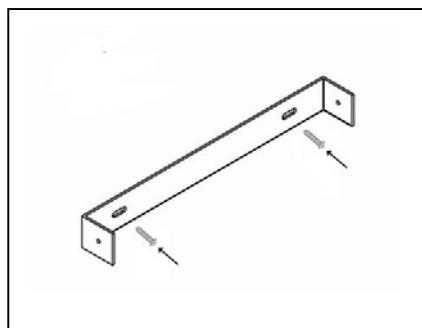

Figura 7
- Utilice un tubo de aluminio o acero (no incluido) para conectar escape plástico de la campana con la red de conductos de arriba. Utilice cinta aislante para asegurarse que todas las uniones estén seguras y herméticas como se muestra en la Figura 7.